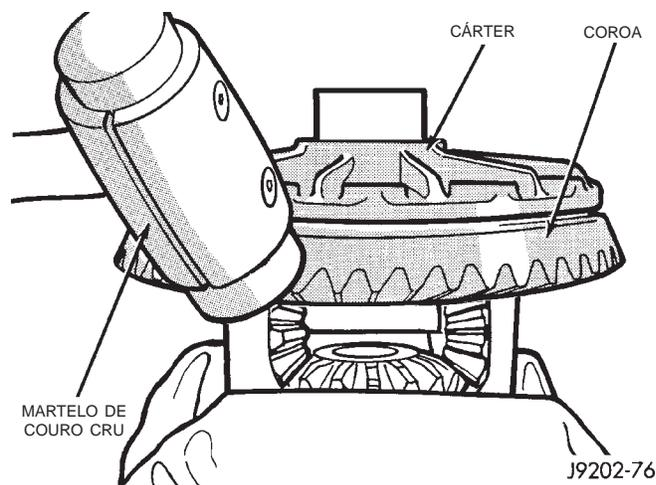

Fig. 24 Remoção da Coroa
- (1) Remova o diferencial da carcaça do eixo.
- (2) Coloque o cárter do diferencial em uma morsa adequada com protetores dentados de metal leves (Fig. 24).
- (3) Remova os parafusos que prendem a coroa no cárter do diferencial.
- (4) Utilizando um martelo de cabeça de chumbo, coloque a coroa no cárter do diferencial (Fig. 24).